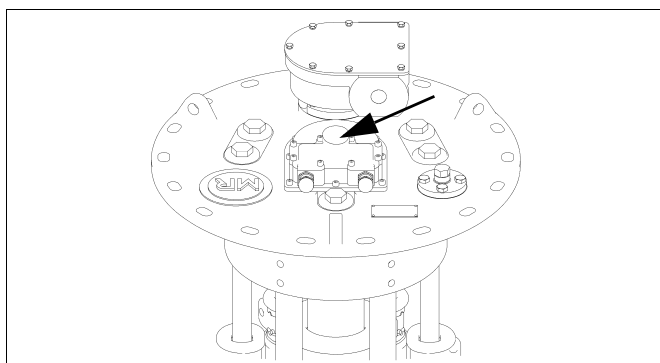

рис. 132 Окошко
- Прокрутите рукоятку в одном направлении до остановки циферблата в окошке головки ПБВ (рис. 132);